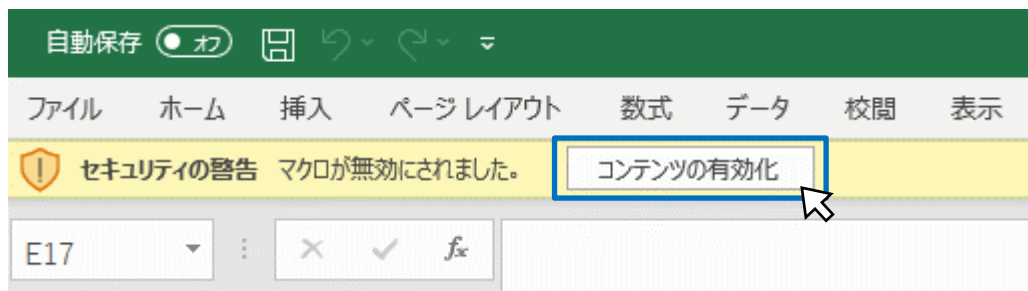

図4 利用開始時の警告メッセージ ②
- また、次の警告メッセージ（図4）が表示された場合は「コンテンツの有効化」をクリックしてください。